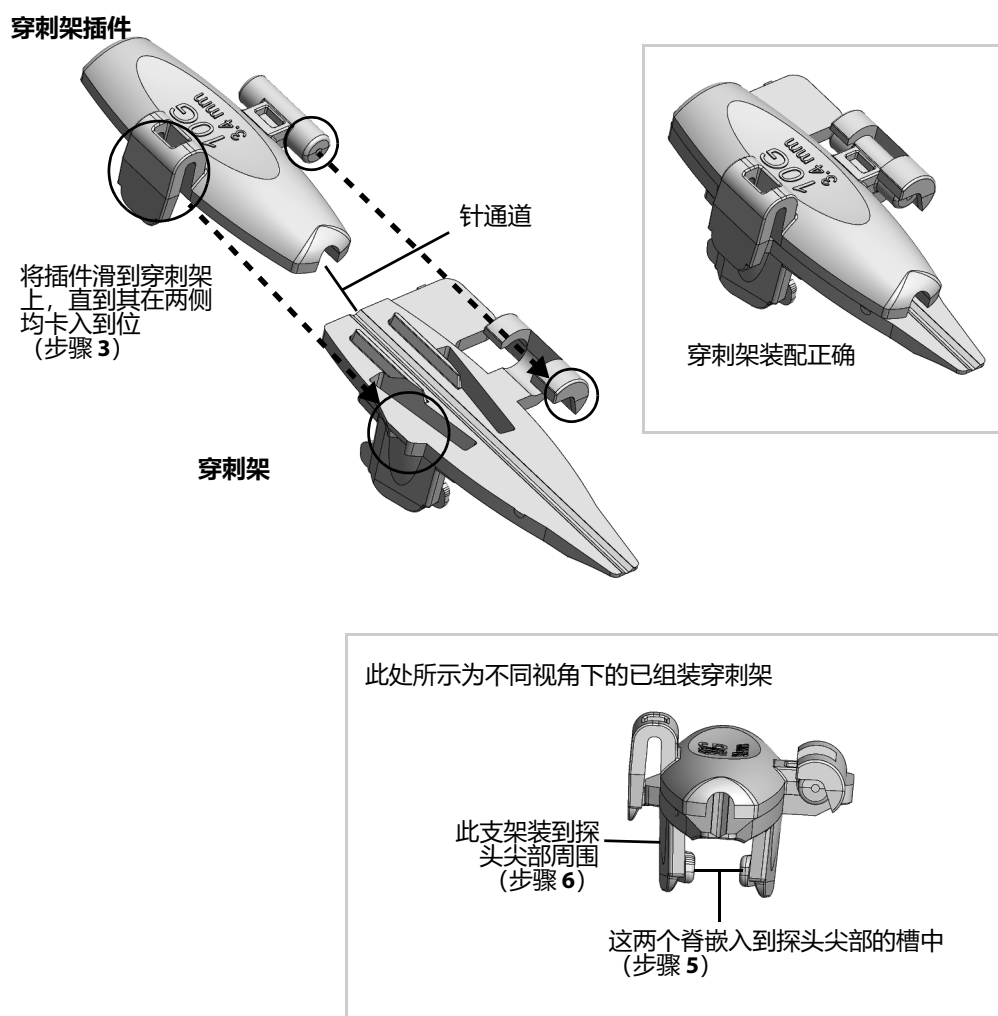

图 10。8863 型颅孔探头专用穿刺架 UA1346；编号的步骤指下面穿刺架安装程序中的步骤。
- 3 将插件滑到穿刺架上，直到其在两侧均卡入到位，见图 10。